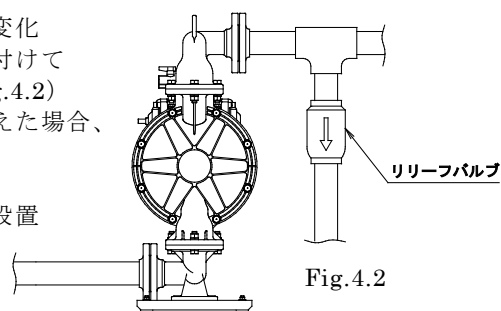

Fig.4.2
- ・ポンプの設置場所の環境によって移送液材の体積変化が大きい場合は、吐出側にリリーフバルブを取り付けて許容圧力値で開放するようにしてください。（Fig.4.2）液材の体積変化によりポンプ内圧が許容圧力を超えた場合、破損の原因となります。